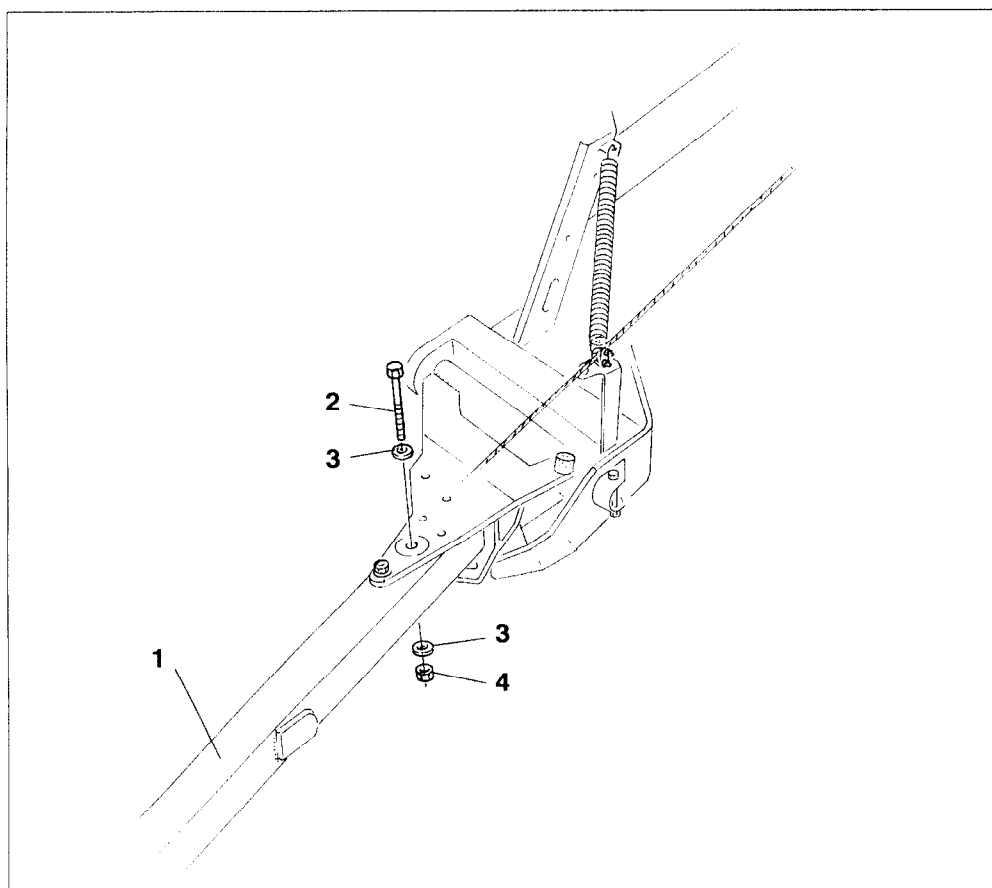

Fig. 10.16
Si le traceur à disque rencontre un obstacle en cours de travail, le bras support de traceur a la faculté de s'effacer vers l'arrière (fig. 10.16/1). Ce faisant il cisaille une vis 6 pans.
Dans un tel cas, le bras support de traceur (fig. 10.16/1) doit être refixé avec
- une vis 6 pans M 10 x 110, 8.8 DIN 931 (fig. 10.16/2),
- deux rondelles 0,5 x 30 x 2,5 DIN 9021 (fig. 10.16/3) et
- un écrou autobloquant M10, 8 DIN 980V (fig. 10.16/4).